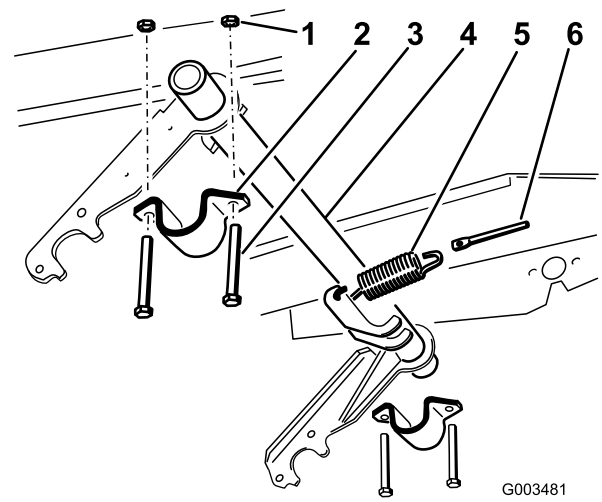

Figura 1
2. Togliete i due bulloni e i dadi che fissano un attacco del tubo orientabile al telaio (Figura 1), quindi togliete l'attacco dal tubo.